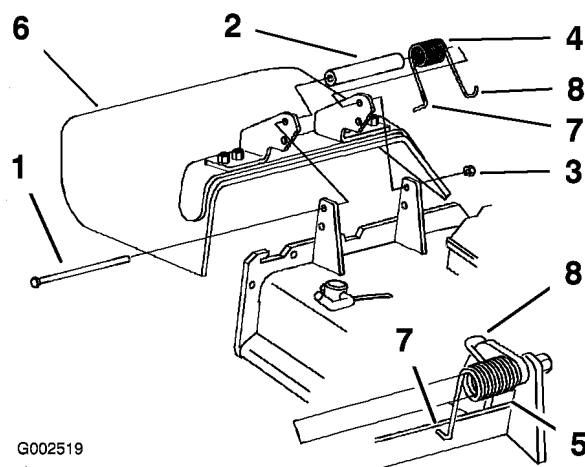

Figure 73
1. Retirez le contre-écrou, le boulon, le ressort et l'entretoise qui fixent le déflecteur aux supports de pivot (Figure 73).
Remarque: Prenez soin de placer l'extrémité en **L** du ressort derrière le bord du plateau avant de mettre le boulon en place, comme illustré (Figure 73).
5. Accrochez l'extrémité en **J** du ressort au déflecteur d'herbe (Figure 73).